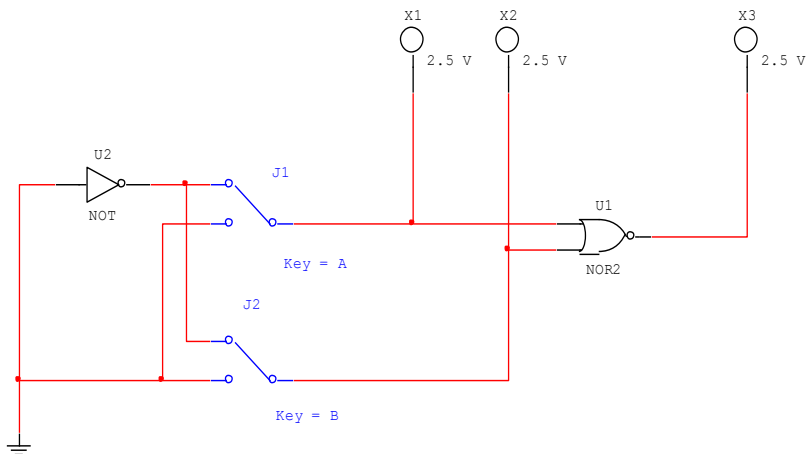

Рис. 25. Схема исследования функции 2ИЛИ-НЕ
1. Нарисовать схему исследования функции 2ИЛИ-НЕ (рис. 25).